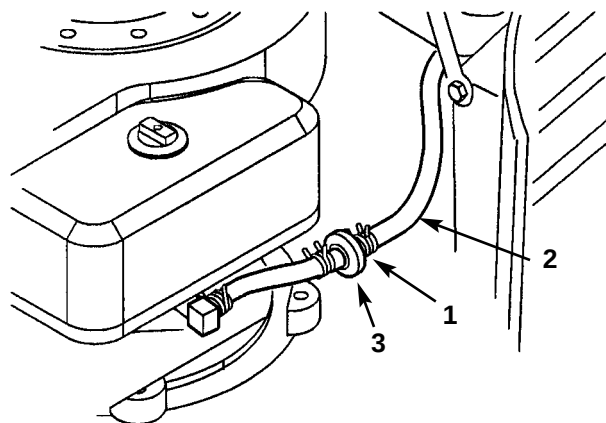

Fig. 26
3. Klem enderne af slangeklemmen sammen og lad den glide op ad benzinrøret mod benzintanken (fig. 26).
4. Træk benzinrøret af filteret (fig. 26) og lad benzin løbe ned i en benzindunk eller aftapningsbeholder.
Det bedste tidspunkt at udskifte benzinfilteret på (fig. 26) er, når benzintanken er tom. Man må aldrig montere et snavset filter, der er fjernet fra benzinrøret.
3. Klem enderne af slangeklemmen sammen og lad den glide op ad benzinrøret væk fra filteret (fig. 26).